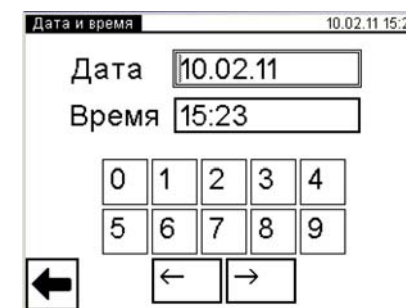

Рисунок 6.5
- 5) Перейти в окно "Дата и время", для чего в окне "Настройка" нажать на строку "Дата и время", на экране появится окно "Дата и время" (рисунок 6.5).
- 6) Ввести дату, для чего нажать в поле "Дата" (рисунок 6.5), а затем, нажимая соответствующие кнопки с цифрами, ввести дату.
- 7) Ввести время, для чего нажать в поле "Время" (рисунок 6.5), а затем, нажимая соответствующие кнопки с цифрами, ввести время.